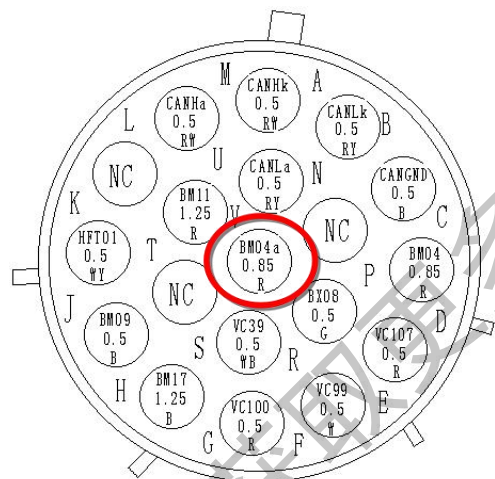

图1
**处理措施：** 断开动力电池低压端插件(图1)，车辆上ON电，检测LBC板12V供电是否正常。如供电正常，则为LBC板故障；如供电异常，则需结合维修手册排查供电线路